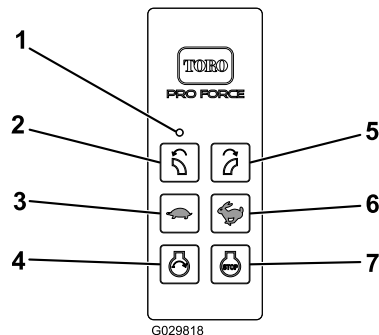

図 9
ハンドヘルドリモートと無線コントロールモジュール間の通信状態を表示します 図 9。
エンジン停止ボタンを押すとエンジンが停止します 図 9。
リモートコントロールで始動する準備を整えた後に、エンジン始動ボタンを押してエンジンを始動させます 図 9。始動手順については エンジンを動作させる \(ページ 17\) を参照してください。
吹き出し口左回転ボタンや吹き出し口右回転ボタンを使って、吹き出し口の回転方向を制御します 図 9。
- エンジン速度上昇ボタンウサギマークでエンジンの回転速度を上げることができます 図 9。